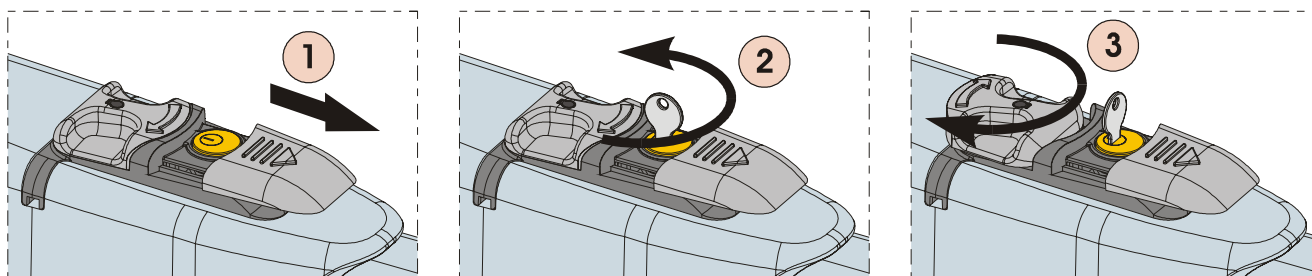

Fig. 21
- 2) Far scorrere il cappuccio protettivo, Fig.21/1.
- 3) Inserire la chiave e ruotarla di 90°, Fig.21/2.
- 4) Per sbloccare l'operatore ruotare di 180° la leva di manovra nella direzione della freccia presente sul sistema di sblocco, Fig.21/3.